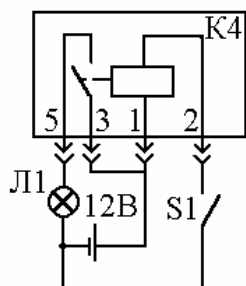

Рис. 18. Проверка работоспособности реле.
4.9.4.3. К штекерам реле К4 подключить питание от аккумуляторной батареи и электролампу Л1, как показано на рис. 18. При подачи напряжения лампа Л1 должна гореть.